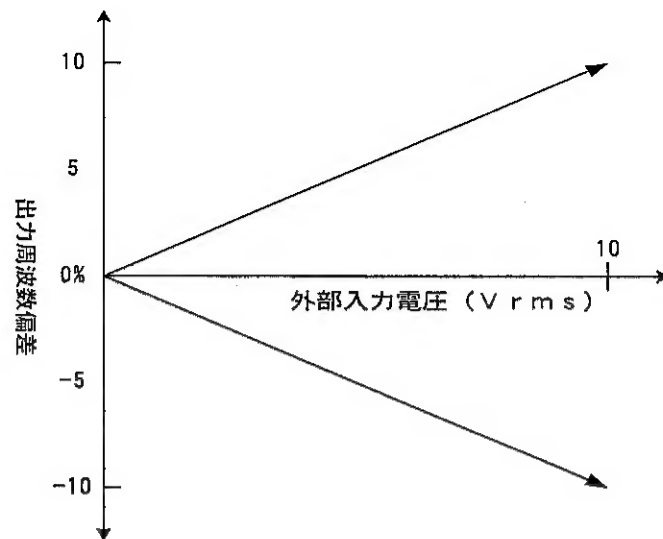

図5-3. EXT SYNC
- (2) 電源を入れ、各スイッチを目的の位置にセットします。
- (3) 目的の周波数レンジに⑤周波数レンジ設定ボタンをセットし、⑦周波数ダイヤルを以下のように合わせます。例えば、⑤周波数レンジ設定ボタンを $\times 100$ にセットし、⑦周波数ダイヤルを50にセットすると、出力周波数は5 kHz ($100 \times 50 = 5000 = 5k$) となります。
- (4) ④出力波形選択ボタンで正弦波、方形波のいずれかを選択します。ボタンがオフ（押し込まれていない状態）で正弦波、オン（押し込まれた状態）で方形波が選択されます。
- (5) 出力の振幅を変えるには、⑥出力レベル調整ツマミと②減衰器で設定してください。設定例として振幅をセットする手順を以下に示します。
- a. ③OUTPUT端子に電圧計を接続します。②減衰器を0 dBにセットして、電圧計の表示が1 V rmsになるように⑥出力レベル調整ツマミを回します。
- b. ②減衰器を-10 dBにセットすると、振幅は316 mV rmsになります。
- c. ②減衰器を-20 dBにセットすると、振幅は100 mV rmsになります。
- d. ②減衰器を-30 dBにセットすると、振幅は31.6 mV rmsになります。
- e. ②減衰器を-40 dBにセットすると、振幅は10 mV rmsになります。
- f. ②減衰器を-50 dBにセットすると、振幅は3.16 mV rmsになります。
- (6) ⑧外部同期入力端子に正弦波（外部入力信号）を入力すると、外部入力信号と同期した周波数の信号が③OUTPUT端子から出力されます。同期する範囲は外部入力信号の振幅に比例して図5-3. に示されるように、1 V rmsの入力電圧につき $\pm 1\%$ です。